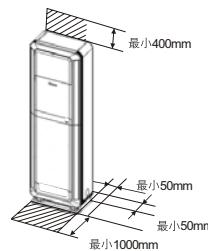

图1 操作空间
- (1) 室内机周围应留有足够的空间，否则会妨碍室内机空气流通及日后的维修工作，如图1所示。